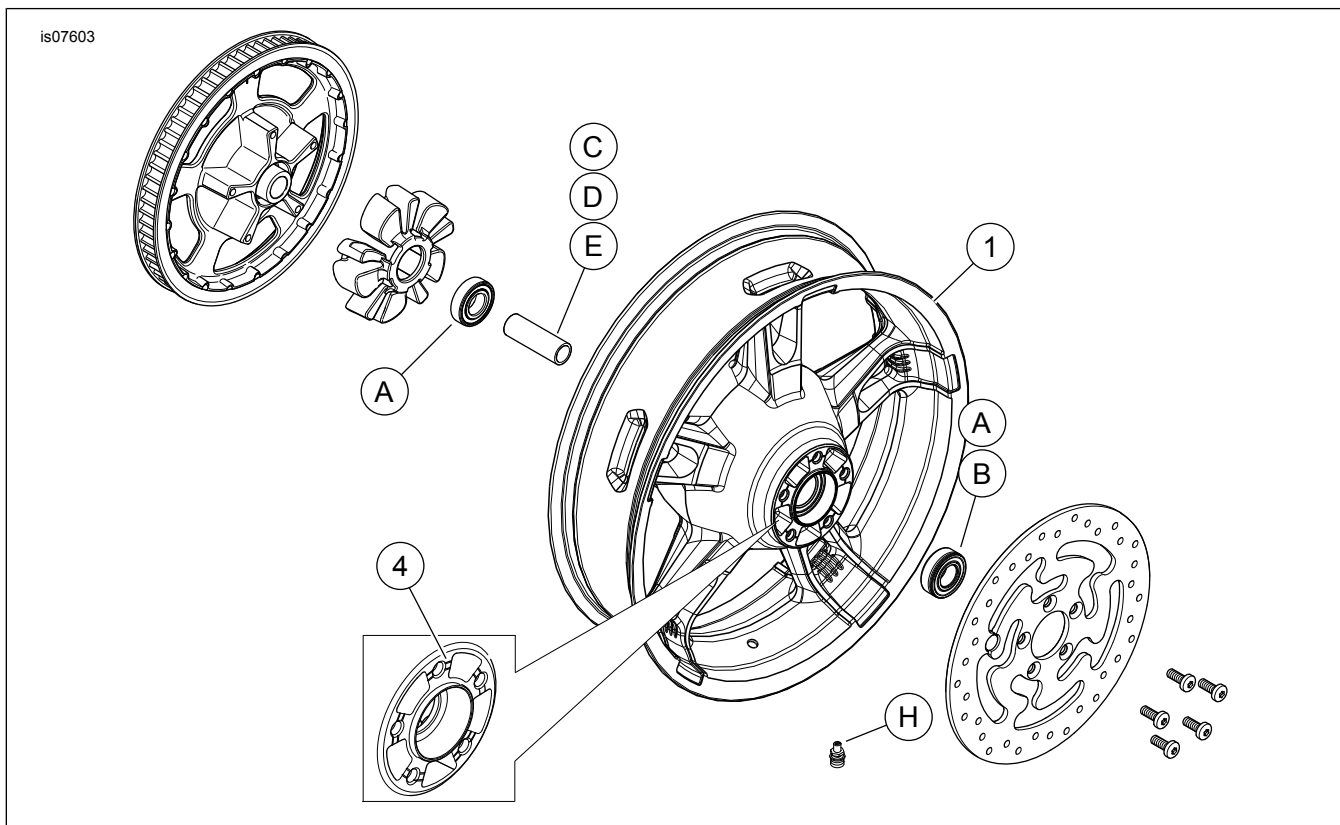

Figure 1. Pièces de rechange : Roues arrière Enforcer
Ces kits incluent uniquement la roue personnalisée. Voir Figure 1 et Tableau 2.
2. Voir Figure 1. Installer l'ensemble de tige de soupape (H) sur la roue. Voir PNEUS dans le manuel d'entretien.